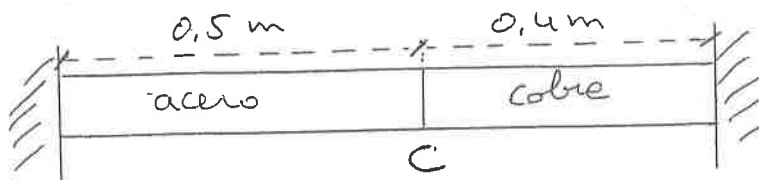

FIGURA 2
2.- Una barra de **acero** de **0.5 m** de longitud está unida por un extremo a otra de **cobre** de **0.4 m** de longitud (**Figura 2**). Ambas tienen la misma sección de 30 cm^2 y están empotradas entre dos paredes, por los extremos libres, sin fatiga inicial. Si el sistema se somete a un aumento de temperatura de $60 \text{ }^\circ\text{C}$, calcular: